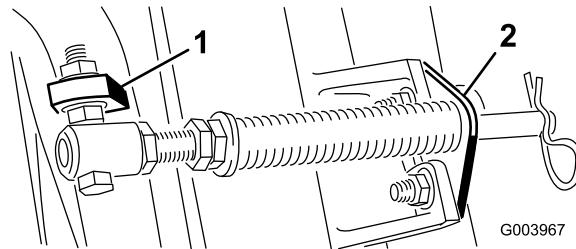

Рисунок 5
- C. Установите болт трубы пружины на противоположный выступ несущей рамы и закрепите фланцевой гайкой. Головку болта следует расположить по направлению к наружной стороне выступа, как показано на Рисунок 5.
- D. Присоедините кронштейн штока к выступам режущих блоков с помощью каретных болтов и гаек (Рисунок 5).